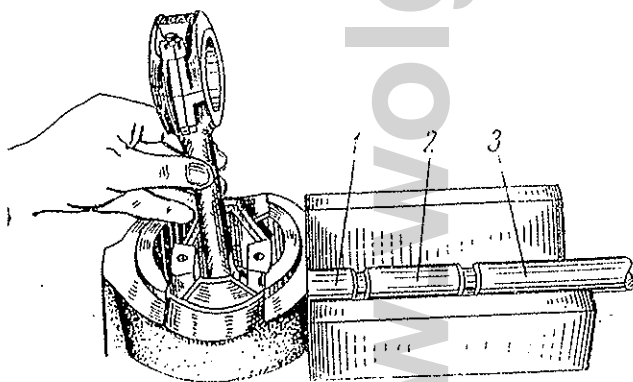

Bild 76 Einpreßvorrichtung für Kolbenbolzen:
e) mit einer Vorrichtung (Bild 76) die Kolben- und Kurbelgruppe teilweise zusammenbauen. Die Sprengringe des Kolbenbolzens in die Ringnuten der Kolbenaugen stecken. Der Kolben ist vor dem Einpressen des Kolbenbolzens in Heißwasser bis 70°C zu erwärmen; wird der Kolbenbolzen in den kalten Kolben gepreßt,